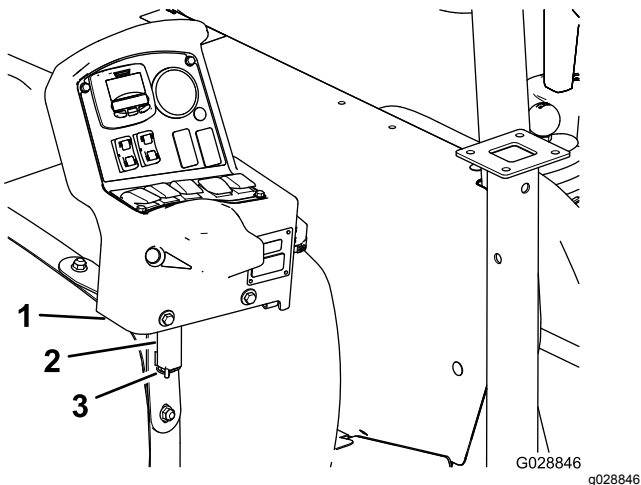

Figura 6
2. Alinee el pasador de giro de la consola de control con el soporte de almacenamiento del fleje delantero del depósito (Figura 6).
3. Monte la consola en el soporte y sujete el pasador de giro al soporte con la chaveta (Figura 6).